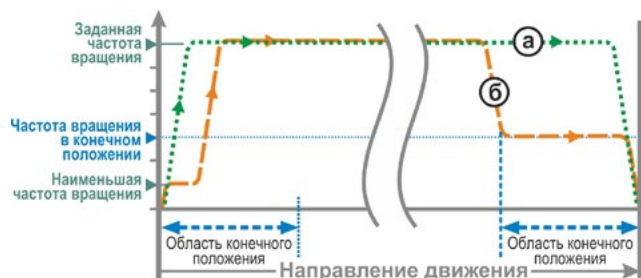

Рис. 3: Скорость вращения в конечном положении, „быстрый старт/стоп“
- При отключении **в зависимости от пути** скорость вращения снижается незадолго до конечного положения так, чтобы привод остановился, см. рис. 3, участок **а**.